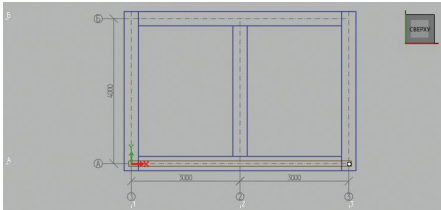

рис. 34
- наведите курсор на точку пересечения осей **A** и **3** и щелкните по появившемуся жирному крестику левой кнопкой мыши. Итог на рис. 34.